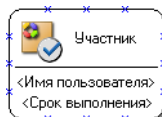

Рис. 4.24.
1. Выделите на схеме бизнес-процесса компонент **Участник бизнес-процесса**, который имеет отметку о выполнении задания (рис. 4.24).